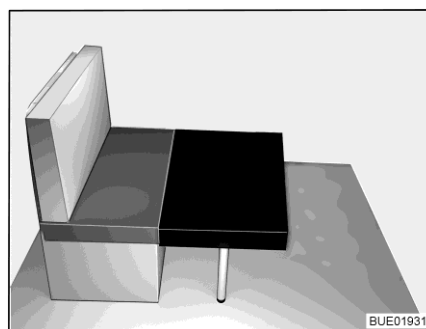

Fig. 69 Transformation (1)
- Poser le petit coussin supplémentaire devant le coussin d'assise de la banquette sur la table (voir Fig. 69).